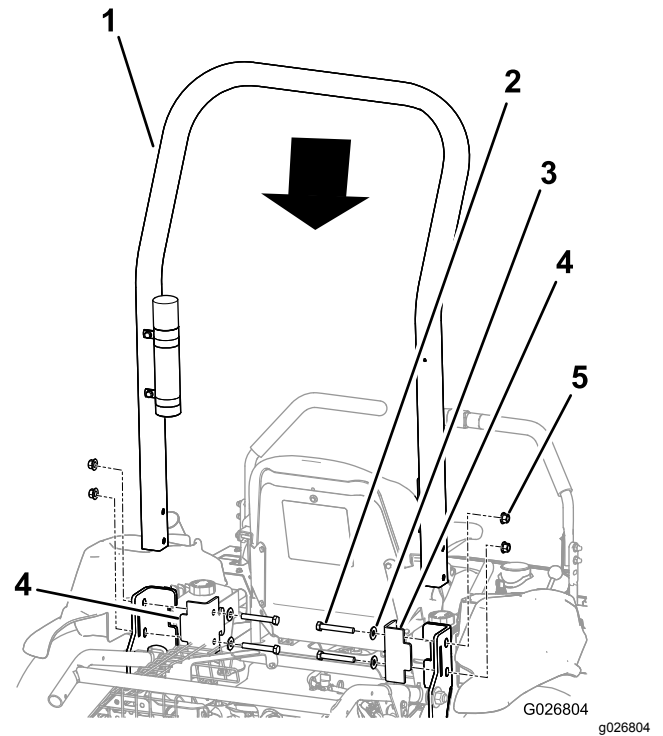

Figure 6
- Placez l'arceau de sécurité sur la machine, comme montré à la Figure 6.